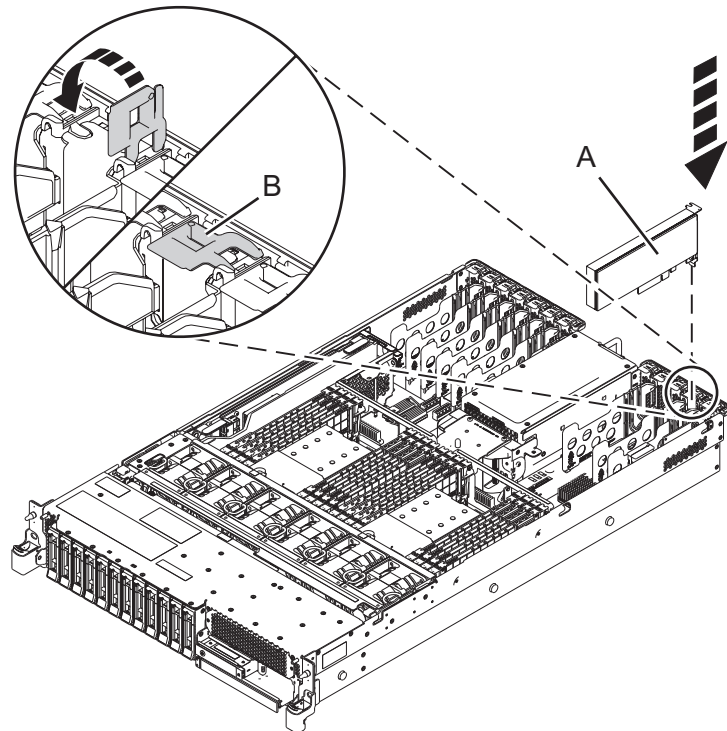

Abbildung 9. PCIe-Adapter im System vom Typ 5148-21L, 5148-22L, 8247-21L, 8247-22L, 8284-21A oder 8284-22A installieren oder austauschen
7. Wenn die Adaptersicherung (B) des Zielsteckplatzes nicht bereits geöffnet ist, ziehen Sie die Adaptersicherung in die geöffnete Position, indem Sie sie von ihrem Clip an der Systemrückseite nach außen drehen - siehe Darstellung in Abb. 9.
8. Fassen Sie den Adapter vorsichtig an der Oberkante oder am Haltesteg an und richten Sie den Adapter an dem Steckplatz und dem zugehörigen Anschluss an der Systemrückwandplatine (A) aus, siehe Darstellung in Abb. 9.
10. Drehen Sie zum Verriegeln des Adapters im Steckplatz die Adaptersicherung (B) in die abgebildete Richtung in Abb. 9.